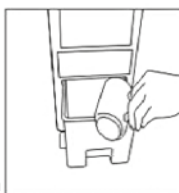

fig.2
4. Soulevez le réservoir d'eau en le tirant vers le haut sur environ 10 cm jusqu'à la goupille de verrouillage, puis ajoutez de l'eau. (Illustré par la fig.2).